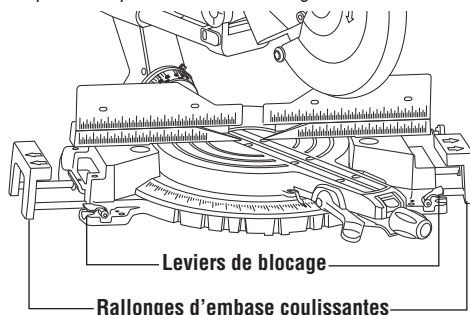

Figure 22. Rallonges d'embase coulissantes
**Rallonges coulissantes de l'embase** – ces rallonges permettent de mieux supporter les pièces et sont surtout utiles lors du sciage de pièces longues. Pour changer leur position, il suffit de débloquer les leviers de blocage des rallonges de l'embase, de déplacer les rallonges et de bloquer les leviers (Figure 22). (Voir également butée de longueur à la page 99.)